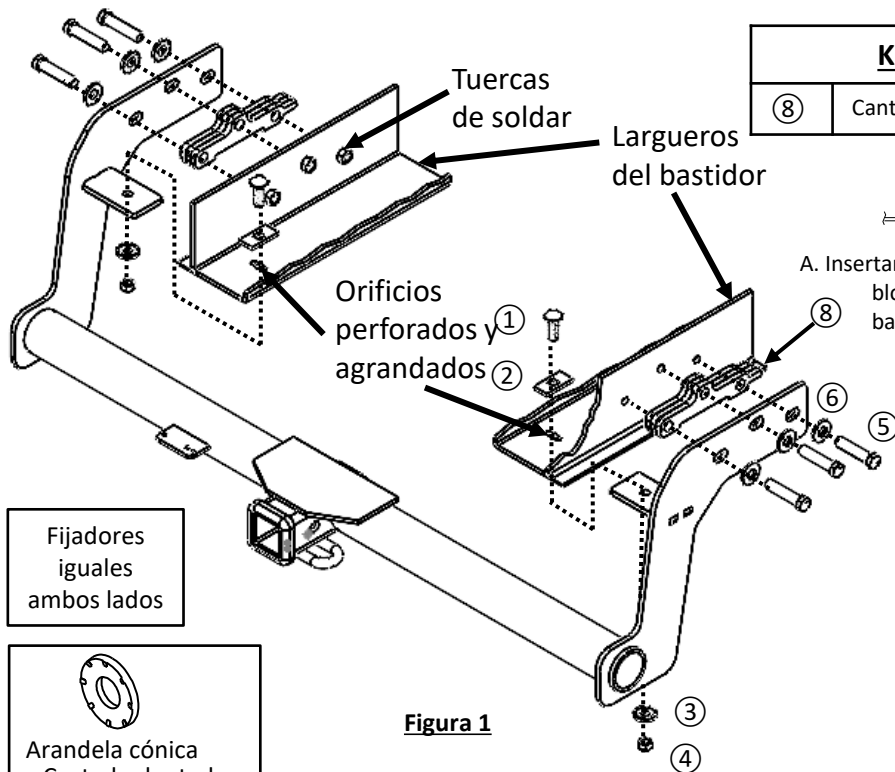
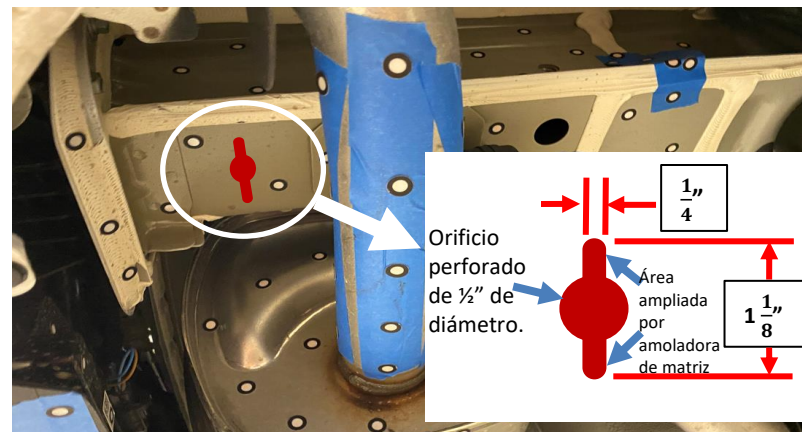

Figura 1
Figura 2
- Bajar el escape:** Con un destornillador de cabeza plana, quitar los (6) remaches plásticos de la parte inferior de la fascia en el lado del pasajero y repetir lo mismo para el lado del conductor. Con un alicate para extraer el colgante del escape, quitar (1) colgante de goma más posterior, por lado. Rocíar un lubricante o agua jabonosa en los colgantes de goma permite deslizar los pasadores de metal más fácilmente. Bajar los silenciadores del escape halando suavemente de la fascia inferior. **NOTA: Tener cuidado de que el escape esté apoyado correctamente antes de quitar los colgantes de goma.**
- Perforar y agrandar los orificios:** Quitar los adhesivos de los orificios de las tuercas de soldar en el larguero del bastidor, si los hay. Usar un cepillo metálico para limpiar las tuercas de soldar, si es necesario. Elevar el enganche a su posición con placas espaciadoras y asegurar temporalmente el enganche con todos los pernos M12 (5). Usar un marcador para marcar un punto de perforación en los largueros del bastidor inferiores basados en el centro del orificio del soporte de enganche, ambos lados. Ver **Figura 1**. Asegurarse de que el enganche quede recto con la ubicación marcada. Bajar el enganche y usar el taladro para perforar un orificio de ½" en la ubicación marcada, por lado. Usar una amoladora de matriz para agrandar los orificios e insertar el bloque (2) en los largueros del bastidor del vehículo, en ambos lados, como se muestra en la **Figura 2**.
2. Perforar y agrandar los orificios: Quitar los adhesivos de los orificios de las tuercas de soldar en el larguero del bastidor, si los hay. Usar un cepillo metálico para limpiar las tuercas de soldar, si es necesario. Elevar el enganche a su posición con placas espaciadoras y asegurar temporalmente el enganche con todos los pernos M12 (5). Usar un marcador para marcar un punto de perforación en los largueros del bastidor inferiores basados en el centro del orificio del soporte de enganche, ambos lados. Ver **Figura 1**. Asegurarse de que el enganche quede recto con la ubicación marcada. Bajar el enganche y usar el taladro para perforar un orificio de ½" en la ubicación marcada, por lado. Usar una amoladora de matriz para agrandar los orificios e insertar el bloque (2) en los largueros del bastidor del vehículo, en ambos lados, como se muestra en la **Figura 2**.